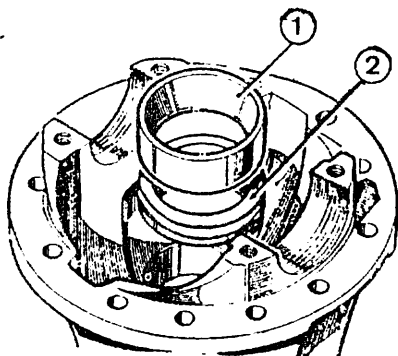

Fig. 5A.2-19
2. Si el piñón está marcado con el signo (+), supleme la pista (1) (Fig. 5A.2-19) con la medida resultante de restar a la medida (B) el número existente después del (+).